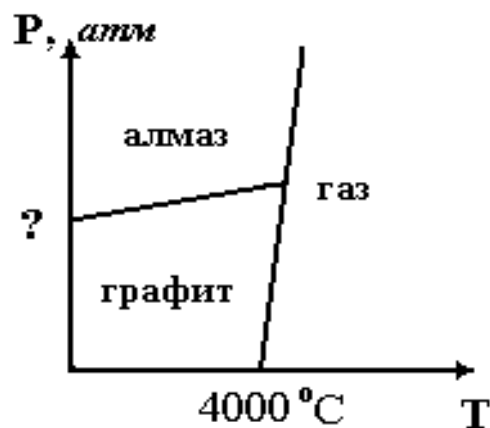

Рис. 70
2) Более сотни лет среди ученых шла т.н. алмазная лихорадка – попытки превратить графит в алмаз. Но эти попытки не имели успеха, т.к. диаграмма состояния углерода была неизвестна. Было известно следующее: при  $4000^\circ\text{C}$  графит сублимирует, при низких давлениях устойчив графит, а при высоких – алмаз (природные алмазы образовались в жерлах потухших вулканов при высоких  $T$  и  $p$ ). Чтобы получить искусственные алмазы, надо было знать цифру (вместо ? на рис. 70).